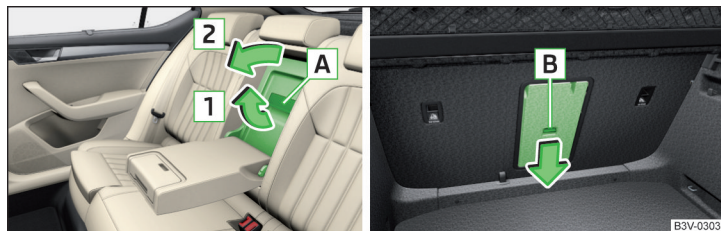

Fig. 106 **Abrir la tapa: desde el habitáculo / desde el maletero**
- Tirar el tirador **A** en el sentido de la flecha **1** y tirar hacia abajo la tapa en el sentido de la flecha **2** » fig. 106.
- Abata hacia abajo el apoyabrazos y la tapa en el respaldo » fig. 106 de la pág. 98.